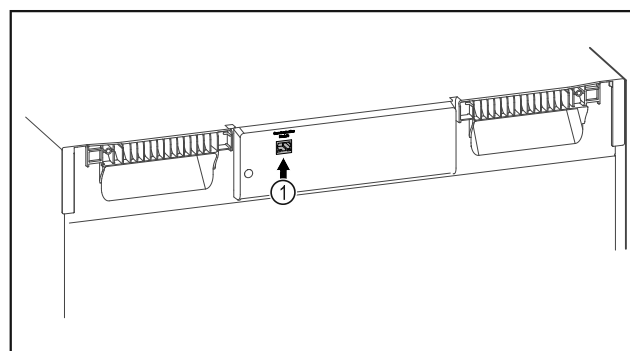

Fig. 86
- ☐ Използва се SmartModule Fig. 86 [1].